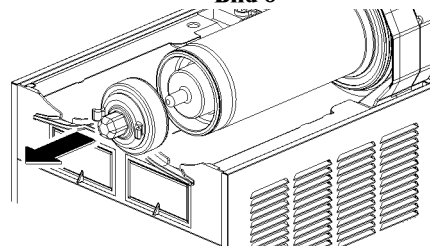

Bild 9
- 3** Zuerst die äußere (3) und dann die innere Schnecke (Bild 9) aus dem Magnetantrieb.